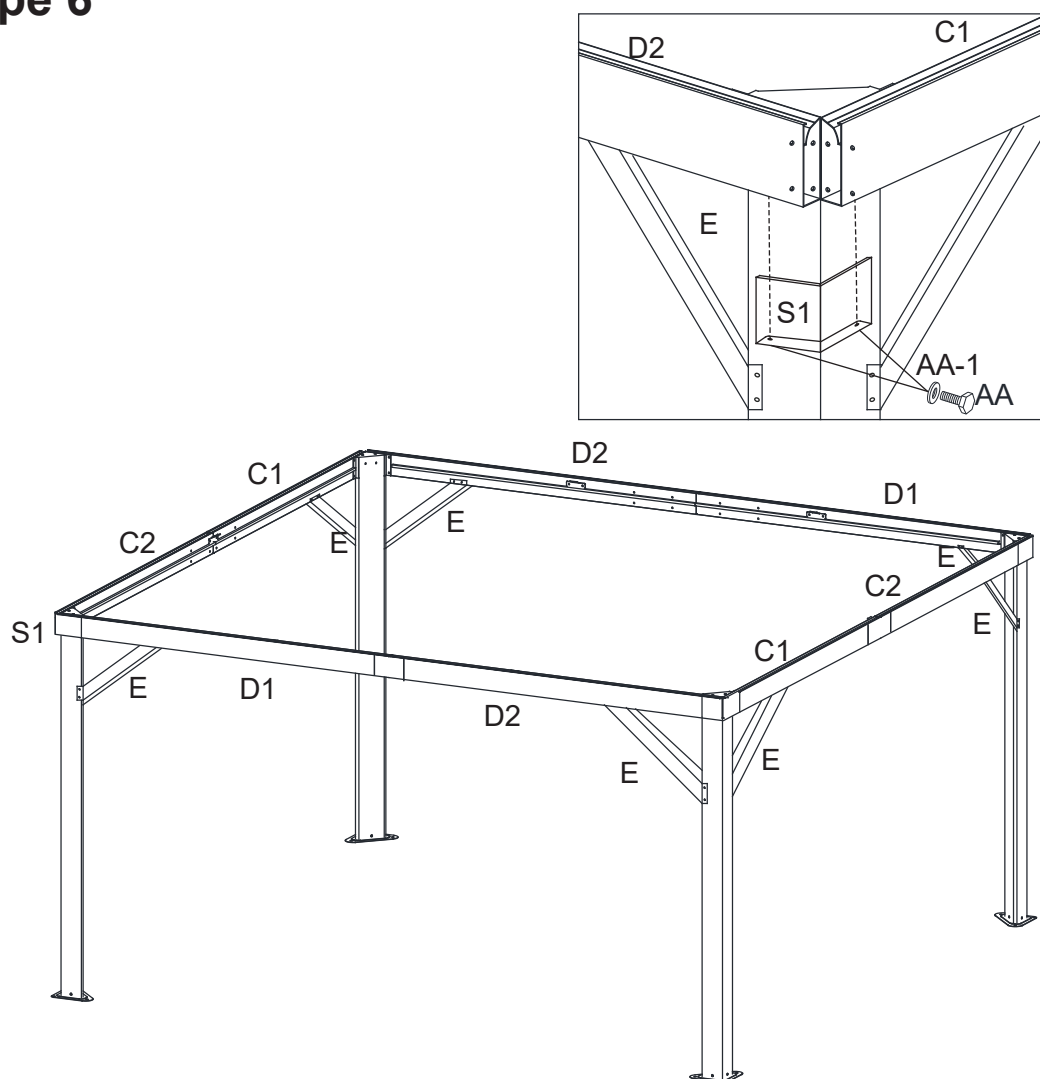

Figure 6
6. Attacher le couvercle du linteau d'angle (S1) aux linteaux longs (C1 et D2) et aux linteaux courts (C2 et D1) à l'aide de boulons (AA) et des rondelles (AA-1). Voir la figure 6.